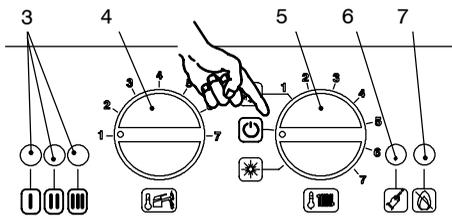
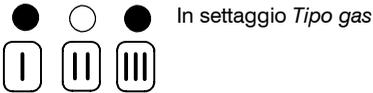
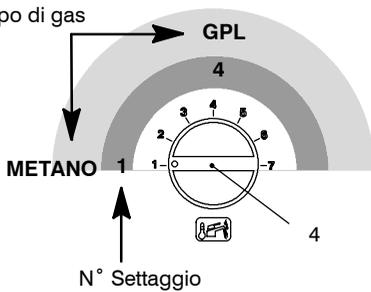
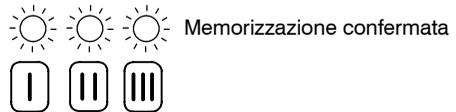

fig. 8.3
fig. 8.5
fig. 8.6
fig. 8.8
- 2 Posizionare il selettore 5 come indicato in fig. 8.3; la lampada di segnalazione 3 lampeggia ad intermittenza circa ogni 4 secondi.
- 4 Tenere premuto il pulsante di ripristino 6 in fig. 8.3 per circa 10 secondi, la lampada di blocco 7 in fig. 8.3 inizierà a lampeggiare.
- 6 Premere il pulsante di ripristino 6 in fig. 8.3 tante volte (4 volte) fino alla visualizzazione delle spie di segnalazione 3 in fig. 8.3 come in fig. 8.5 (leggenda spie fig. 8.2).
Per visualizzare il settaggio impostato tenere premuto il pulsante di ripristino 6 in fig. 8.3 per circa 5 secondi. Le spie di segnalazione 3 in fig. 8.3 lampeggeranno un numero di volte pari al settaggio (fig. 8.6).
- 7 Per cambiare il settaggio ruotare la manopola regolazione temperatura sanitari 4 in fig. 8.3 e posizionarla per il **tipo di gas** prescelto fig. 8.6 (nella figura es. manopola settata per **gas Metano**), la lampada di segnalazione blocco 7 in fig. 8.3 lampeggia velocemente.
- 8 Per memorizzare il settaggio premere il pulsante di ripristino 6 in fig. 8.3 per circa 5 secondi, le spie di segnalazione 3 in fig. 8.3 lampeggiano tutte quante simultaneamente come in fig. 8.8 (leggenda spie fig. 8.2)